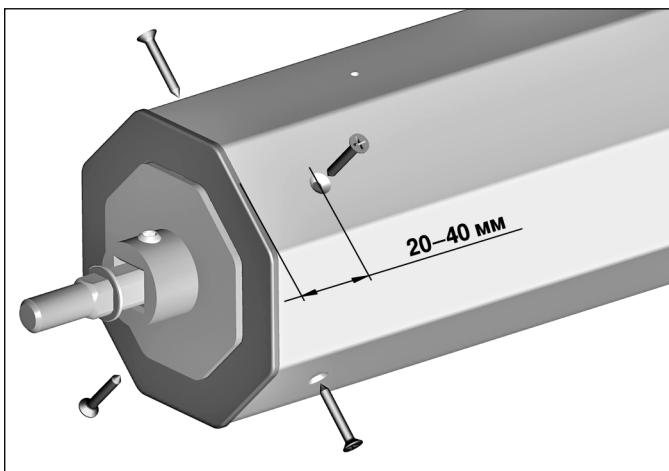

Рис.4.1 Фиксация капсулы регулируемой APB102 с валом RT102x2,5.
- 1) После установки капсулы APB102 оголовком в октогональный вал RT102x2,5 необходимо зафиксировать капсулу 4-мя самонарезающими винтами 4,2x25 мм (рис.4.1).